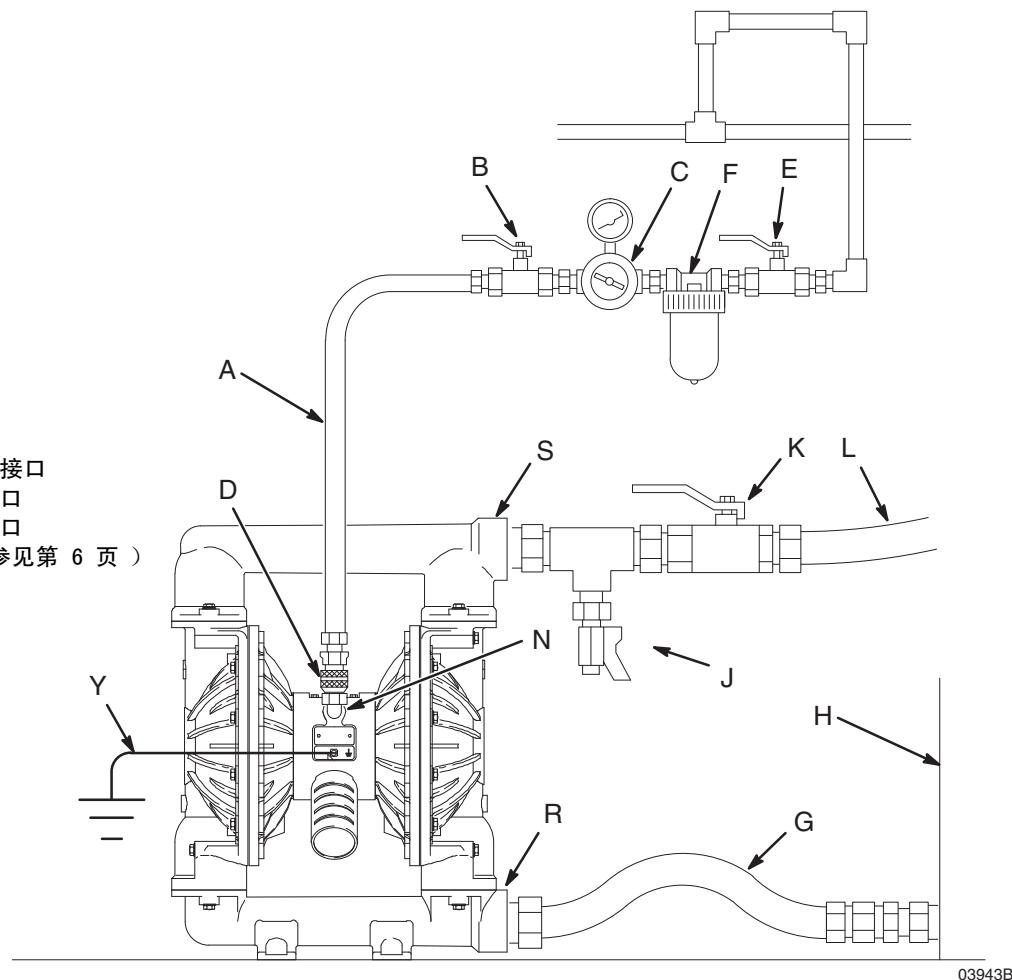

图 2 _____
参见图 2。
1. 按图 2 所示安装空气管路的附件。将这些附件安装在墙上或支架上。应确保连接附件的空气管路已接地。
2. 在附件与 1/2 npt（内螺纹）泵空气入口（N）之间安装一条接地的柔性空气软管（A）。参见图 2。使用不小于 1/2 英寸（13 毫米）内径的空气软管。在空气软管（A）端部拧上一个空气管路快断联轴器（D），将配合接头拧入泵空气入口并贴紧。在不使用泵时，不要将联轴器（D）连接到接头上。
需要一个流体排放阀 (J) 以释放软管堵塞时的压力。排放阀能降低严重受伤的危险，其中包括泄压时溅入眼睛或皮肤上，或者有害流体造成的污染。将该阀安装在靠近泵流体出口的位置。参见图 2。
1. 使用接地的柔性流体软管 (L)。泵流体出口 (S) 为 2 英寸 npt (内螺纹)。将流体接头牢牢固定在泵出口处。
2. 将流体泄压阀 (J) 装在流体出口附近。
5. 关闭流体排放阀（J）。参见图 2。
1. 图 2 和零配件图纸。遵循启动和调节泵上述步骤 1 和 7。